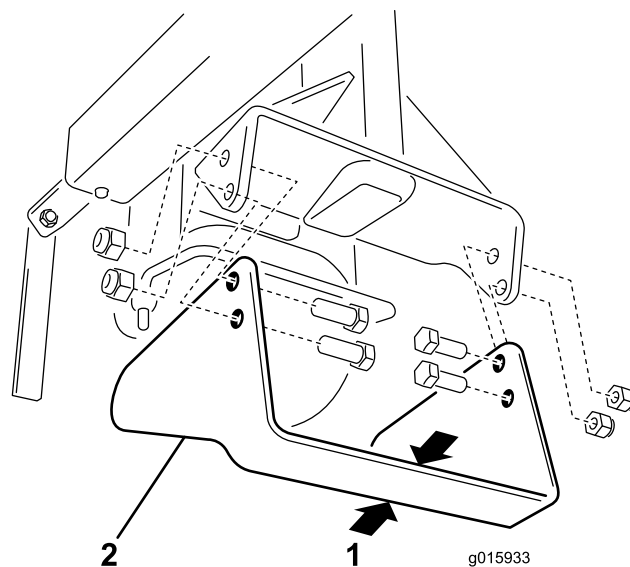

Figure 15
Contrôlez fréquemment la lame et remplacez-la quand elle atteint 30 mm de largeur (Figure 15).
3. Retirez les 4 vis et écrous qui fixent la lame au bras du coupe-bordures (Figure 15).